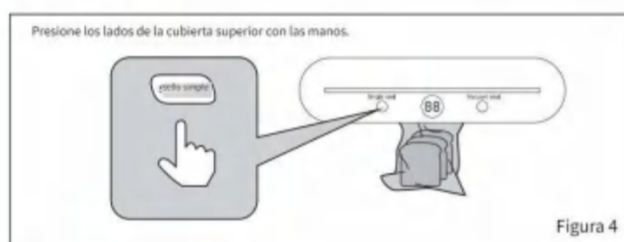

Figura 4
6. Presione el botón de sellado único, la máquina comienza a sellar automáticamente. (Figura 4)